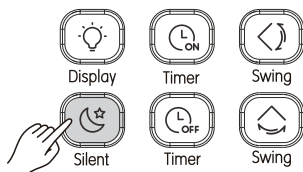

Imagen 3.14
1) Cuando la unidad esté en modo Cool (Frío) o Heat (Calefacción), pulse  (consulte la Imagen 3.14) para iniciar la función Silent (Silencio). La pantalla muestra el icono ;